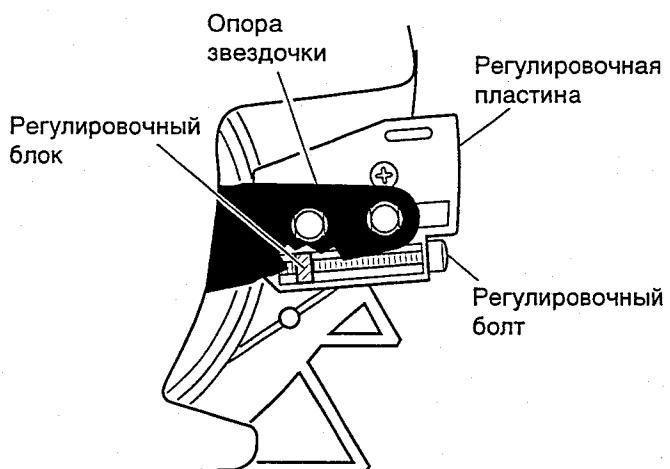

Рис. 4. Расположение деталей при сборке направляющего стержня
- Поверните регулировочный винт (рис. 4). Продолжайте поворачивать регулировочный винт до тех пор, пока регулировочный блок не зайдет за регулировочную пластину.